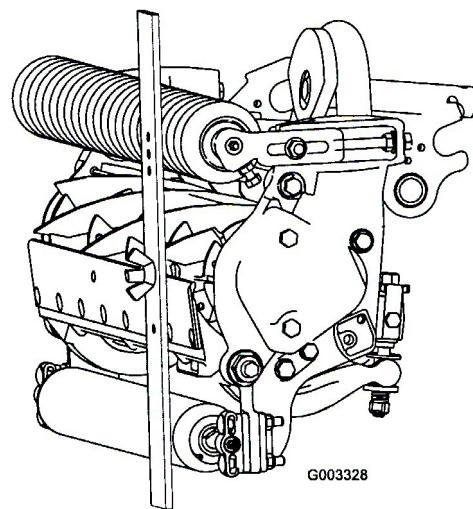

図 16
3. ゲージバーのネジ頭を下刃の先端に引っかけ、バーの後端を後ローラに当てがう（図16）。
注：出荷時に面取りを施していますが（図16）、この面取りはベッドナイフの寿命の中ほど（40%）でなくなりますので、再度の面取りが必要になります。